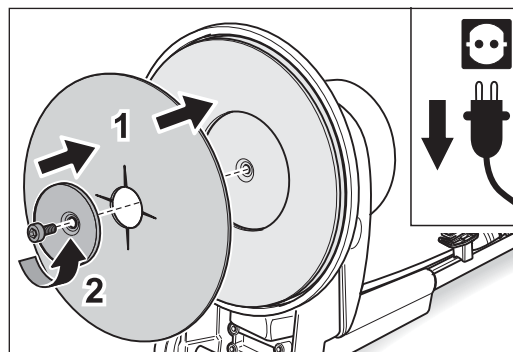

Fig. 19 Colocación del disco nuevo y fijación con tornillo. ¡Para ello, enrosque el tornillo **en el sentido contrario a las agujas del reloj** (ROSCA IZQUIERDA)!
- 7 Coloque un disco nuevo e introduzca el tornillo de fijación junto con la arandela tensora del papel en el plato portaabrasivos (fig. 19).
- 8 ¡Con la ayuda de la llave Allen, enrosque el tornillo en el plato portaabrasivos girándolo **en el sentido contrario a las agujas del reloj** (ROSCA IZQUIERDA)! Compruebe que el disco abrasivo esté perfectamente centrado sobre el plato (fig. 19).